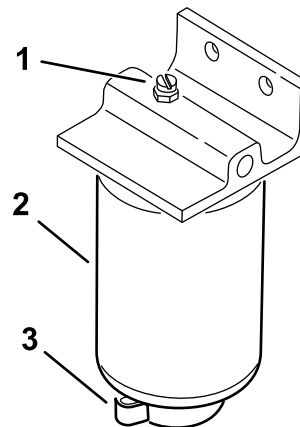

Bild 36
4. Öffnen Sie die Filterablassschraube und das Entlüftungsventil (Bild 36).